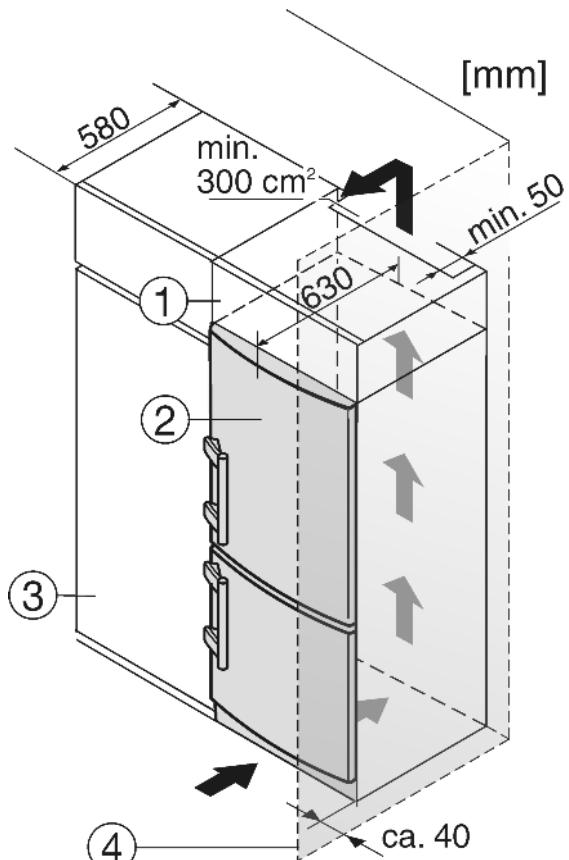

Fig. 5
(1) Дополнительный шкафчик
(2) Устройство
(3) Кухонный шкаф
(4) Стенка
Устройство может быть окружено предметами кухонной обстановки. Чтобы уравнять устройство Fig. 5 (2) по высоте с кухонной стенкой, можно установить над устройством соответствующий дополнительный шкафчик Fig. 5 (1).
При комбинировании с обычными кухонными шкафами (глубина макс. 580 мм) устройство можно установить непосредственно рядом с кухонным шкафом Fig. 5 (3). Дверь устройства выступает по сторонам на 34 мм и по центру устройства на 50 мм относительно передней стенки кухонного шкафа. Поэтому ее можно свободно открывать и закрывать.
Если устройство установлено на шарнирах у стены Fig. 5 (4), то расстояние между устройством и стеной должно быть не менее 40 мм. Настолько выступает ручка при открытой дверце.